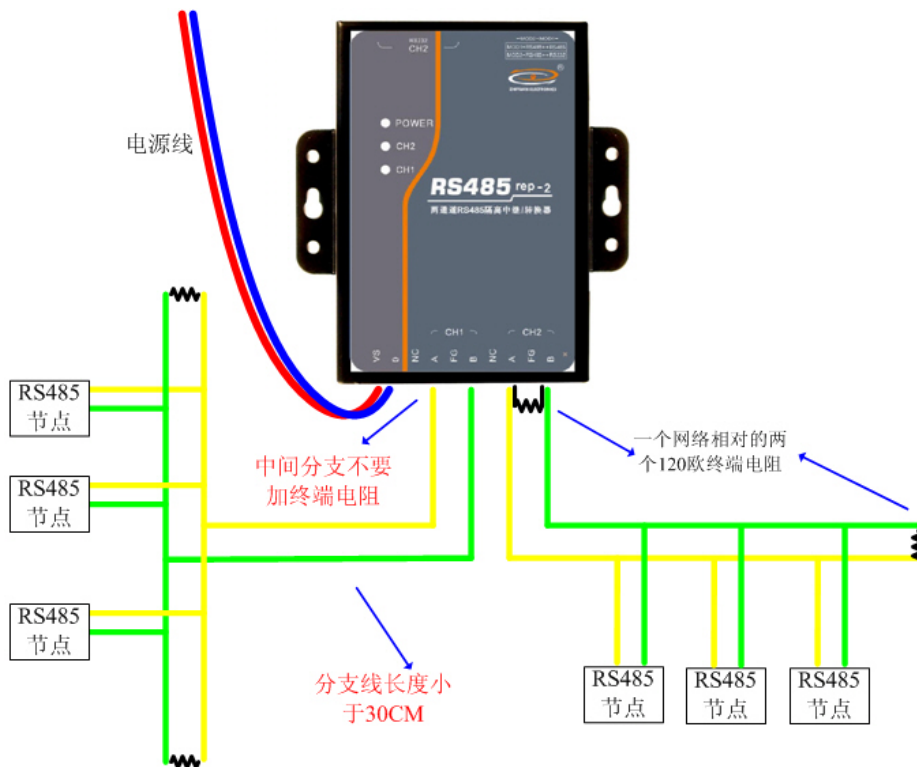

图 5.7 位于一个网络的支线另一网络的终端
- 作为一个网络的分支器时，只需要扩展网络的 RS485 端口加 120 欧终端电阻，且另一端亦要有对应的 120 欧电阻。如图 5.7 所示。